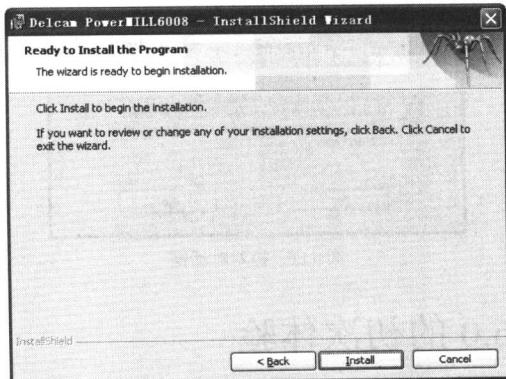

图1-8 准备安装状态界面
8. 在界面中将全部选项选中，单击 **Next >** 按钮，进入如图 1-8 所示的准备安装状态界面。